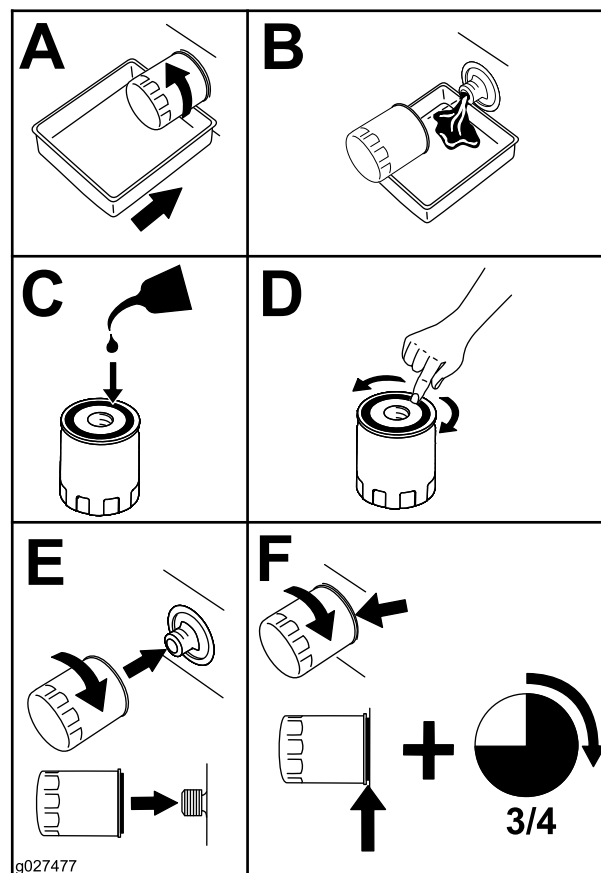

Figura 48
4. Mude o filtro do óleo do motor, conforme se mostra na Figura 48.